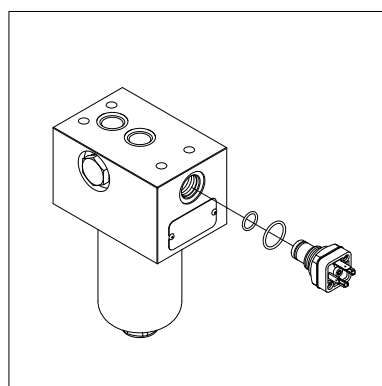

fig. 23
- (Fig. 23) Sostituire gli O-ring del corpo indicatore